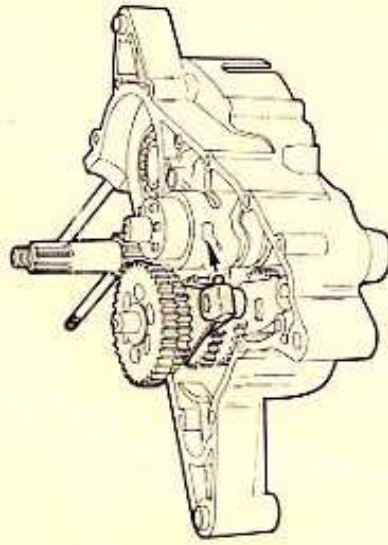

FIG. 34
- 6) Infilare i perni delle forchette spostamarce nelle relative piste del desmodromico (fig. 34) e infilare quindi i perni di guida delle forchette (fig. 21).